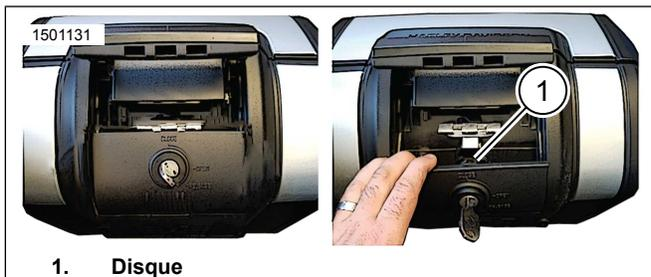

Figure 6. Accès au disque
- Figure 6 Soulever le levier de dégagement pour accéder au disque (1).